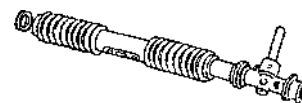

Рис. 6.8.
- снять опору рулевой передачи (рис. 6.8);